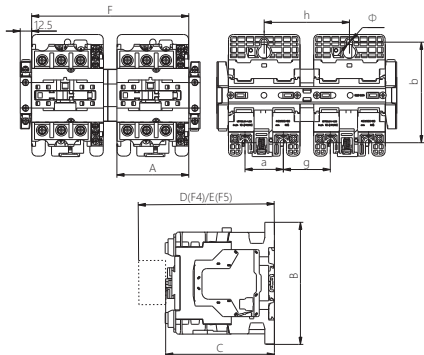

图2 NC1-40~95交流接触器外形与安装示意
2.2 NC1-40(N)~95(N)系列交流接触器安装尺寸、外形尺寸与接线能力，见图2与表3。型号规格重量见箱贴